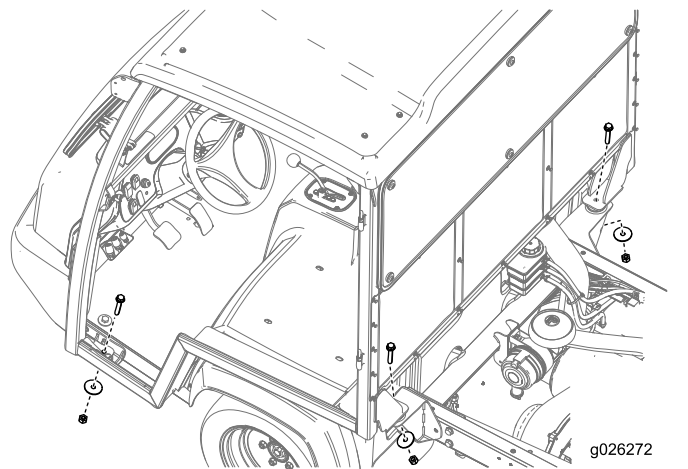

Figure 32
- Fixez le cadre à la machine au moyen de 4 boulons ($\frac{1}{2}$ "), 4 rondelles ($\frac{1}{2}$ ") et 4 écrous ($\frac{1}{2}$ "), comme montré à la Figure 32.